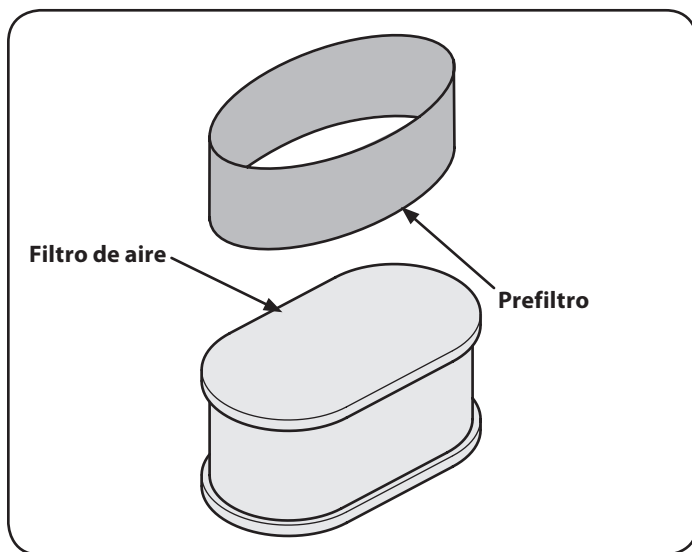

Figura 25
- Retire el prefiltro de espuma de alrededor del filtro de aire de papel. Vea la Figura 25. Reemplace el elemento de papel si está sucio o dañado. Limpie el elemento de espuma o reemplácelo si está dañado.